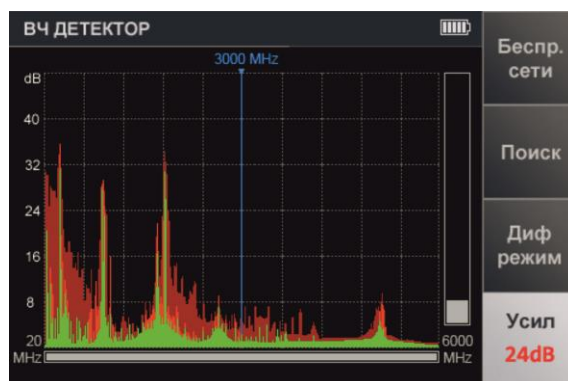

Рис.10
2. С помощью кнопок     установить требуемое усиление в dB (0, 8, 16, 24, 32, 40). Установленное значение отображается на индикаторе (рис.10).